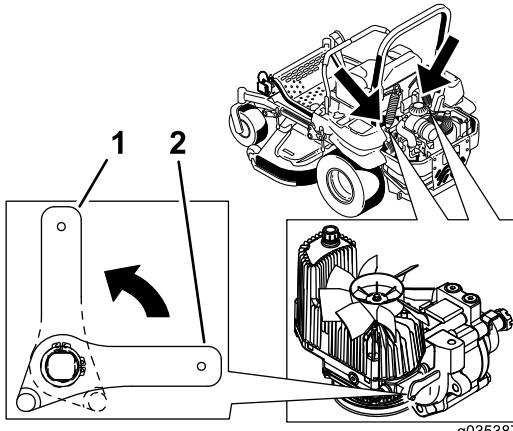

Figura 40
2. Rode as alavancas da válvula de liberação na posição vertical para empurrar a máquina (Figura 40).
4. Rode as alavancas da válvula de liberação horizontalmente para a máquina trabalhar (Figura 40).